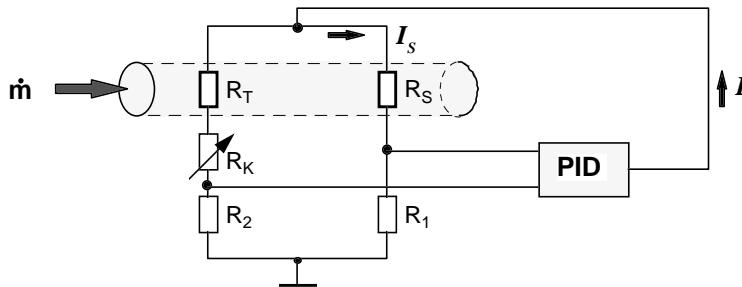

Bild 3 : Funktionsschema des thermischen Durchflußsensors
In einer Brückenschaltung wird die Temperaturdifferenz zwischen dem Heizwiderstand (R_s) und einem vor diesem im Medienstrom angeordneten Temperaturfühler (R_T) auf einem konstanten Wert gehalten (Bild 3). Der dazu notwendige Brückenstrom (I) ist ein Maß für die Geschwindigkeit des strömenden Gases.